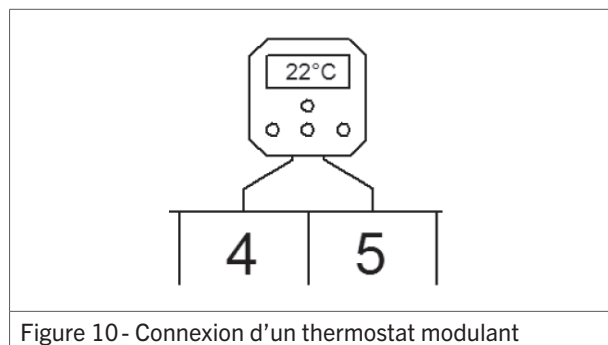

Figure 10 - Connexion d'un thermostat modulant
1. Connectez les deux fils de commande aux bornes 4 et 5 (voir figure 10 ou le schéma de câblage électrique au §11.).